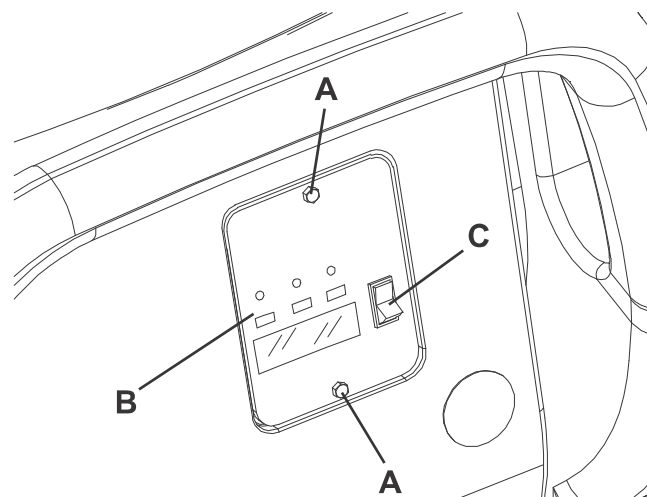

Abbildung 1
1. Die Schrauben (A, Abb. 1) des Ladegerätsichtfensters entfernen.
2. Sichtfenster (B) entfernen.
3. Den Wählschalter (C) auf WET für Bleibatterien oder auf GEL für Gelbatterien stellen.
4. Sichtfenster (B) installieren und Schrauben (A) anziehen.